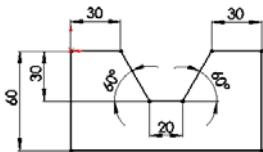
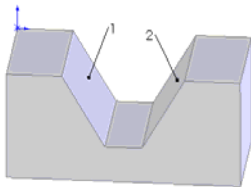

图 5-30 绘制的草图
图 5-31 拉伸的图形
① 设置基准面。在左侧的“FeatureManager 设计树”中用鼠标选择“前视基准面”作为绘制图形的基准面。
② 绘制草图。选择菜单栏中的“工具”→“草图绘制实体”→“直线”命令, 绘制如图 5-30 所示的图形并标注尺寸。
③ 拉伸视图。选择菜单栏中的“插入”→“凸台/基体”→“拉伸”命令, 将上一步绘制的草图拉伸为“深度”为 60 的实体。
④ 设置视图方向。单击“标准视图”工具栏中的“旋转视图”图标, 将视图以合适的方向显示, 结果如图 5-31 所示。
⑤ 执行圆角命令。选择菜单栏中的“插入”→“特征”→“圆角”命令, 此时系统弹出“圆角”属性管理器。
⑥ 设置属性管理器。在“圆角类型”一栏中, 选择“面圆角”复选框; 在“圆角项目”的“面组 1”一栏中, 用鼠标选择如图 5-31 所示中的面 1; 在“圆角项目”的“面组
1”一栏中,用鼠标选择如图 5-31 所示中的面 2;在“圆角项目”的“半径”一栏中输入值 30。其他设置如图 5-32 所示。